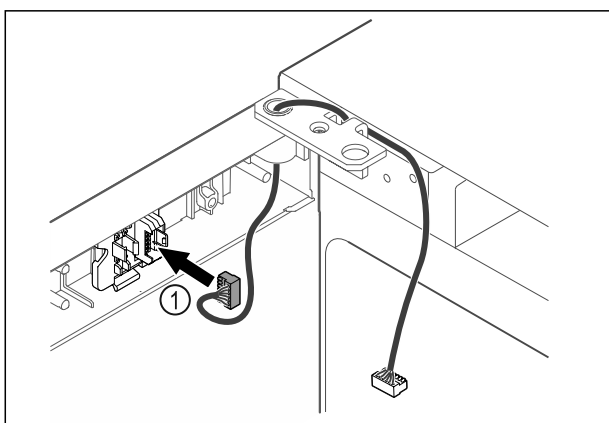

Fig. 40
- ▶ Τοποθετήστε το φιν Fig. 40 (1) στο στήριγμα του φιν.